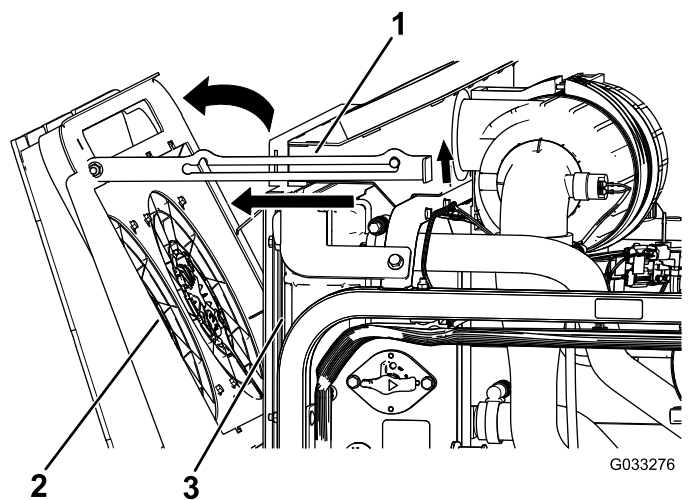

Рисунок 117
2. Поверните вентиляторы охлаждения двигателя в сторону задней части радиатора и зафиксируйте опорную стойку в выемке (Рисунок 117).